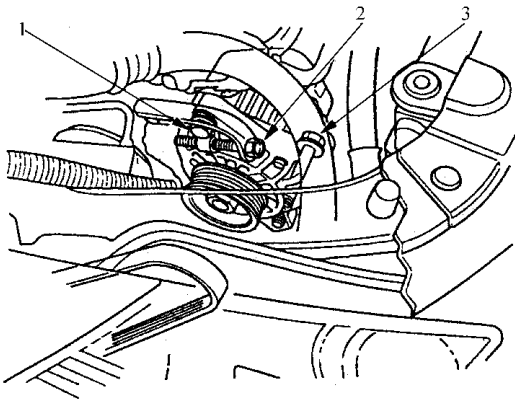

图 9-41 拆卸传动带
如图 9-41 所示，松开锁紧螺栓、安装螺栓和调
- 5) (见图 9-41)拆卸锁紧螺栓和安装螺栓，然后拆卸交流发电机。